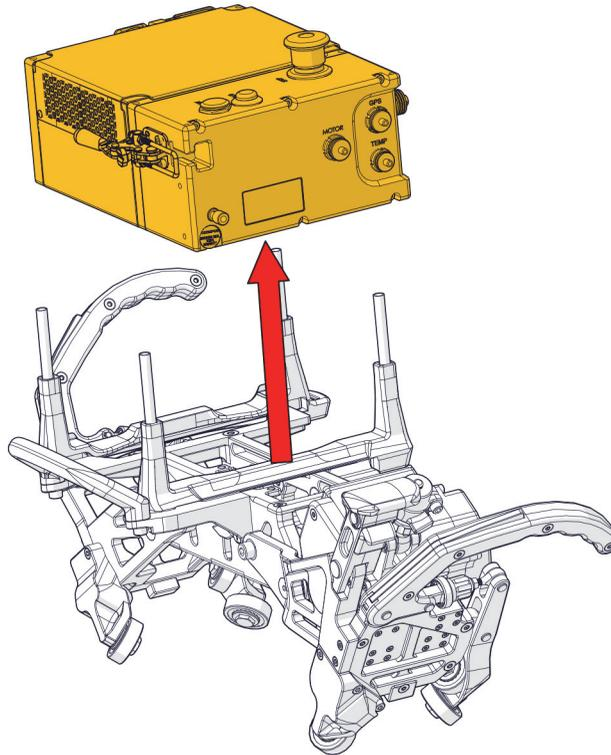

Figure 2-3 Retrait de l'unité d'acquisition
3. Retirez l'unité d'acquisition (Figure 2-3 à la page 93).